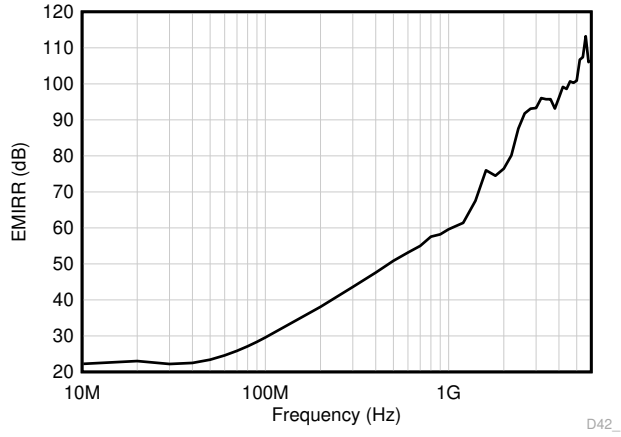

图 6-4. EMIRR 测试
OPA310-Q1 使用集成电磁干扰 (EMI) 滤波来降低干扰源 (如无线通信设备 (射频干扰 (RFI)) 以及混合使用模拟信号链和数字组件的高密度电路板) 产生的 EMI。通过电路设计技术可改进 EMI 抗扰度；OPA310-Q1 受益于这些设计改进措施。德州仪器 (TI) 已具备在 10MHz 至 6GHz 宽频谱范围内准确测量和量化运算放大器抗扰度的能力。图 6-4 展示了在 OPA310-Q1 上执行此测试的结果。表 6-1 展示了 OPA310-Q1 在实际应用中通常会遇到的特定频率下的 EMIRR IN+ 值。运算放大器的 EMI 抑制比应用报告包含了与运算放大器相关的 EMIRR 性能主题，该报告可在 [www.ti.com](http://www.ti.com) 上下载。